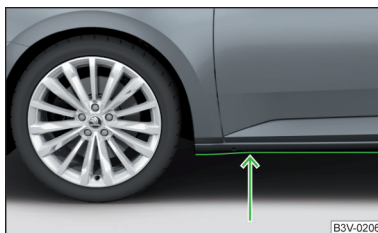

Fig. 162
- Înainte de traversarea zonei inundate, stabiliți adâncimea apei. Nivelul apei poate să ajungă maxim până la marginea inferioară a pragului » fig. 162.